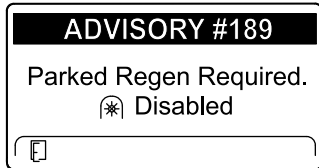

Figura 48
- Si no se realiza la regeneración con la máquina aparcada en un plazo de 2 horas, el InfoCenter muestra ADVISORY #189 (Aviso n.º 189) solicitando la regeneración con la máquina aparcada e indicando la desactivación de la toma de fuerza (Figura 48).